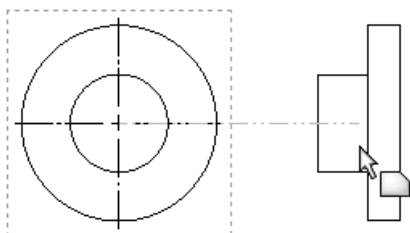

图 8-33 将指针移动到所选视图的相应一侧
- (4) 将指针移动到所选视图的相应一侧，如图 8-33 所示。